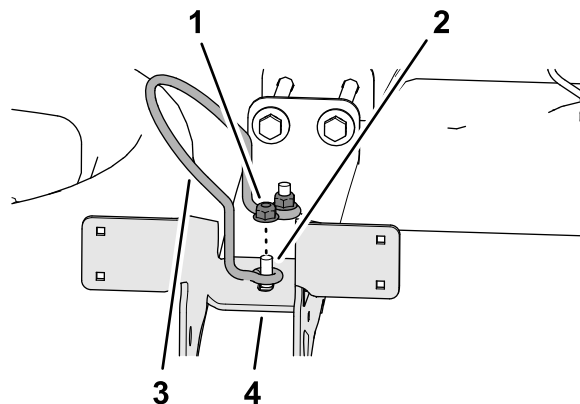

Figura 14
4. Monte el tope de la tapa del depósito y las 2 contratuercas con arandela prensada que retiró en el paso 1 en los 2 pernos de cuello cuadrado superiores (Figura 14).